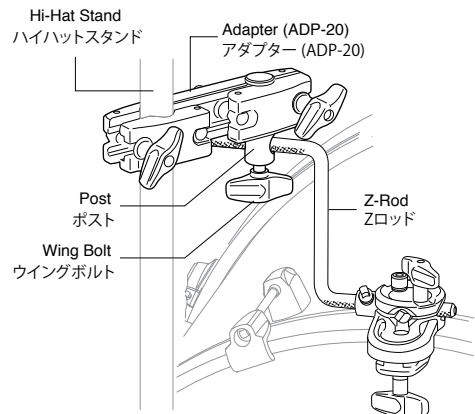

Fig. 3 / 図3
4. Clamp one end of the Adaptor (ADP-20) to the Post as shown. Clamp the other end of the Adaptor to the Hi-Hat stand as shown (Fig.3).
でハイハットスタンドのパイプに軽く固定します (図 3)。